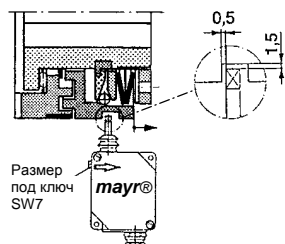
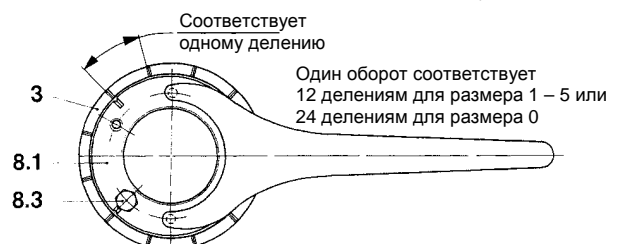

Рисунок 7
Рисунок 10
Направление включения рычага механического концевого выключателя **вправо**, если смотреть на крышку корпуса или на штемпель фирмы *mayr*® (см. рисунок 7).
- ❑ Расстояние между переключающим элементом (3) (см. рисунок 10) и точкой переключения можно точно настроить с помощью винта с шестигранной головкой размером под ключ SW7 (рисунок 7 и 8).
2. Смажьте консистентной смазкой резьбу и поверхности прилегания регулировочной гайки (8.1), стопорной шайбы (8.2) и втулки (1).
3. Вручную установите регулировочную гайку (8.1) до соприкосновения с тарельчатыми пружинами (10).
4. Поверните гайку дальше, чтобы совпали 4 насечки на регулировочной гайке (8.1) и насечки на переключающем элементе (3) (рисунок 10).
5. С помощью торцевого ключа дальше поверните регулировочную гайку (8.1) на такое количество делений, которое соответствует нужному значению момента вращения (рисунок 10). (количество делений на регулировочной диаграмме).
6. Вкрутите винт с шестигранной головкой (8.3) (насечки на регулировочной гайке (8.1) и переключающем элементе (3) должны находиться в одинаковом положении).
Момент перегрузки муфты устанавливается, например, на 300 Нм. Теперь момент перегрузки должен увеличиться до 350 Нм. Если согласно диаграмме регулировки момента вращения момент перегрузки достигает 300 Нм при 36 делениях и 350 Нм при 46 делениях, то регулировочную гайку (8.1) необходимо повернуть по часовой стрелке на разницу, равную 10 делениям. Для этого уберите винт с шестигранной головкой (8.3) и отрегулируйте деления с помощью торцевого ключа (рисунок 10). Затем снова вкрутите винт с шестигранной головкой (8.3), при этом 4 насечки на регулировочной гайке (8.1) и насечки на переключающем элементе (3) должны находиться в одинаковом положении.